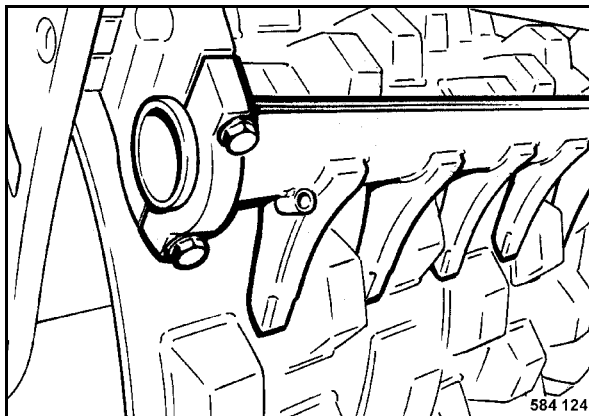

Fig. 160
- Comprobar el ajuste y el estado del rascador (Fig. 160) y reajustarlo o cambiar los dientes, si fuese preciso.